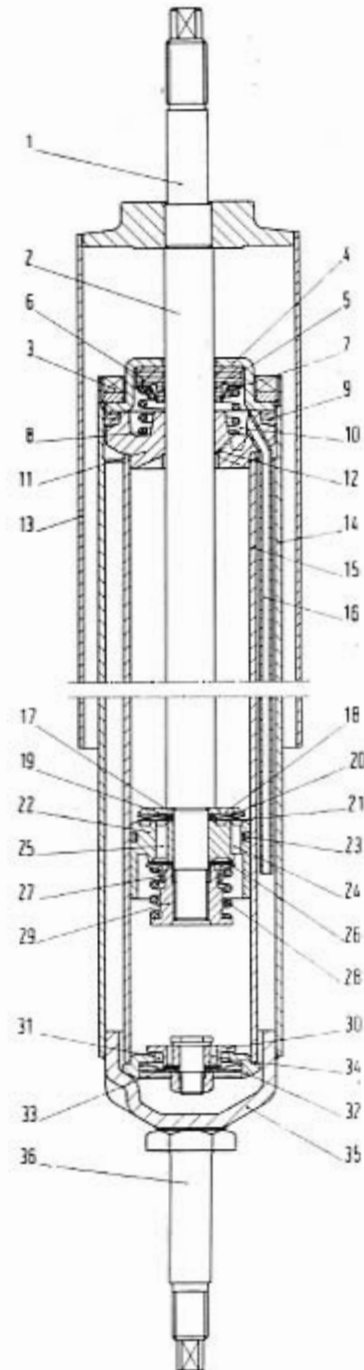

Fig. 261 - Coupe de l'amortisseur hydro-télescopique.
Chaque amortisseur est constitué par un corps cylindrique consistant en deux tubes coaxiaux 14 et 15 (fig. 261), dont celui intérieur porte les organes d'amortissage et celui extérieur forme enveloppe.
Ce dispositif est constitué d'un trou capillaire 12 (fig. 261) mettant le cylindre interne 15 en communication avec la chambre supérieure 10, et d'un petit tube 16 reliant la chambre susdite au réservoir d'huile.
f) le tube de sortie des bulles d'air (16, figure 261) n'est pas obstrué; avoir soin de ne pas l'en-
g) le trou capillaire (12, fig. 261) n'est pas obstrué.